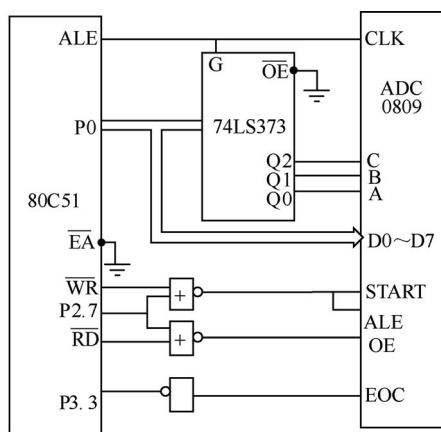

图 10.20 ADC0809 接口电路
10.10 如图 10.20 所示 ADC0809 接口电路。